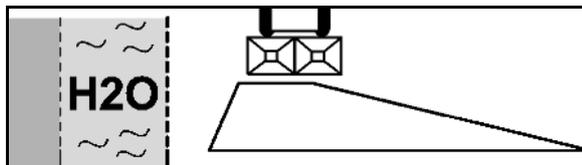

Fig. 48
2. Grabenstreuen nach Düngeverordnung (Fig. 48):